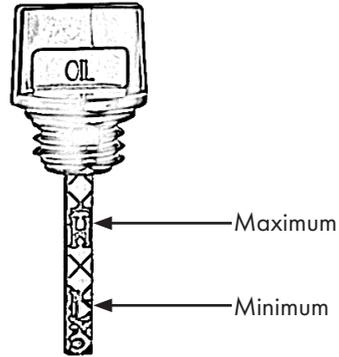

Abbildung 23
- Lesen Sie den Ölstand ab, siehe auch Abb. 23.
Zwischen oberer und unterer Markierung muss ein Ölfilm sein. Falls kein Ölfilm vorhanden ist, ist der Ölstand zu niedrig, Abb. 23. Füllen Sie weiteres Öl nach. H-High steht für Maximum. L-Low steht für Minimum.